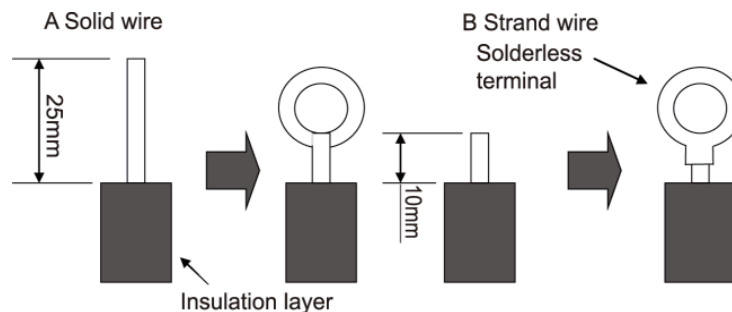

Fig. 26
(1). For solid core wiring (Fig. 26)
(2). For strand wiring (Fig. 26)